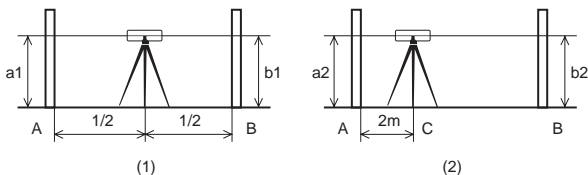

Figura 5
- ① Porre in stazione lo strumento esattamente fra due punti. Porre la stadia ben verticale sui punti A, B. Controllare la verticalità della stadia col cannocchiale e annotare le letture a_1 , b_1 (Vedere figura 5(1)).
- ② Muovere lo strumento in posizione (punto C) a circa 2m da uno dei due punti A o B. Mettere in stazione lo strumento ed effettuare nuovamente le letture su a_2 , b_2 (Vedere Figura 5(2)). Se il dislivello $a_1 - b_1$ è diverso da $a_2 - b_2$, si richiede una rettifica.
- ① Sul punto C, svitare il coperchio di protezione per accedere alle viti di registrazione del reticolo.
- ② Usando la livella, ruotare delicatamente le viti di registrazione fino a portare il tratto orizzontale del reticolo sulla lettura $b_2 = a_2 - (a_1 - b_1)$ sulla stadia.
- ③ Ripetere nuovamente la procedura fino ad ottenere uno scostamento inferiore ai 2mm/30m.
- ④ Richiudere il coperchio di protezione dopo aver completato la calibrazione.
① Chiave esagonale di rettifica	1 pezzo
② Livella	1 pezzo
③ Filo a piombo	1 pezzo
④ Manuale utente	1 pezzo